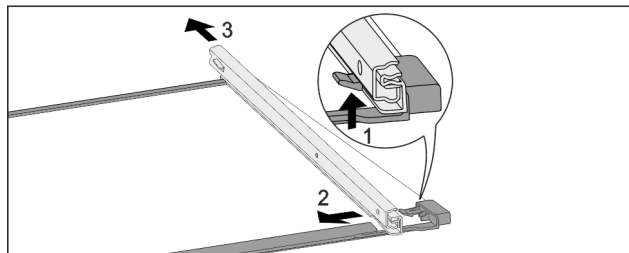

Fig. 180 Steklена plošča z vodili
- ▶ Sprednji zaskočni kaveljček potisnite navzgor. Fig. 180 (1)
- ▶ Izvlačno vodilo potisnite Fig. 180 (2) na stran Fig. 180 (3) in nazaj.